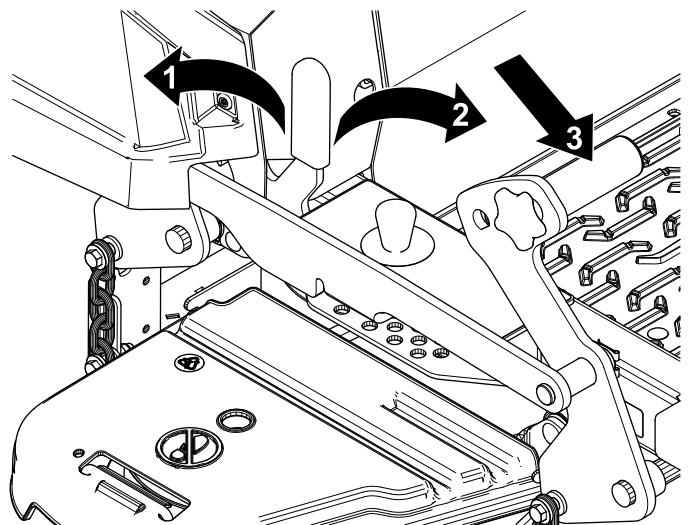

Figura 28
1. Apăsai complet în faă pedala pentru ridicarea punii pentru a bloca puntea mainii de tuns iarba în pozia de TRANSPORT (Figura 28).
2. Apăsai în faă pedala pentru ridicarea punii i împinge în faă mecanismul de blocare pentru transport în pozia DEBLOCARE, apoi coborâi uor puntea mainii de tuns iarba. (Figura 28).